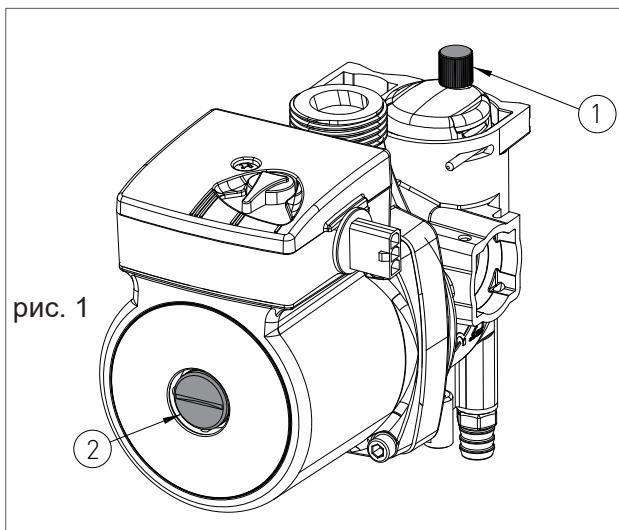

рис. 1
2. Немного ослабьте колпачок автоматического воздухоотводчика (поз. 1 на рис. 1) для сброса воздуха из системы;
7. Отверните колпачок насоса (поз. 2 на рис. 1), чтобы удалить пузырьки воздуха и снова закройте колпачок, чтобы не допустить утечки;